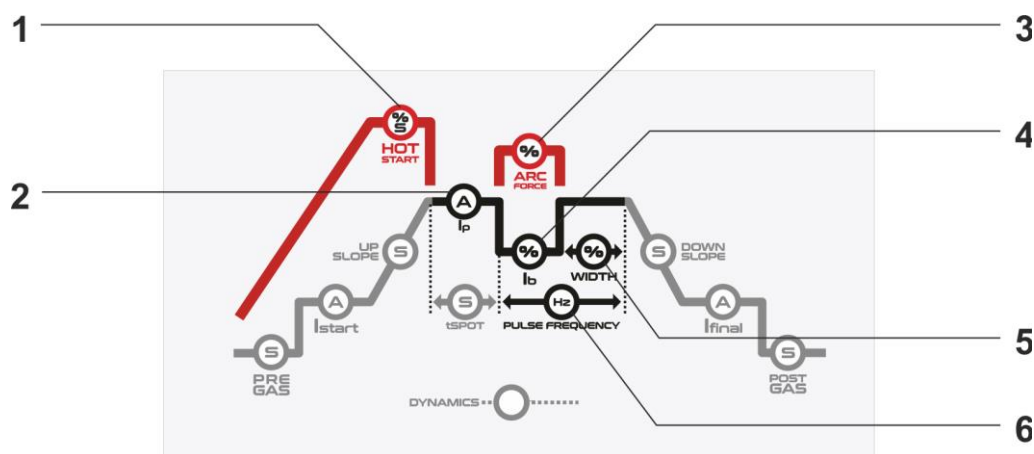

Fig. 1 – Parâmetros MMA
- Ajustar o valor de corrente (Fig.1 - 2), de acordo com a seguinte tabela:
- Hot Start (Fig.1 - 1) - Para forçar a ignição de arco, ajustar a percentagem de hot start em relação à corrente principal e/ou o tempo (segundos).
- Arc Force (Fig.1 - 3) - Para evitar a colagem do eléctrodo à peça a soldar durante a soldadura, ajuste a percentagem, de arc force em relação à corrente principal.
- I_b (Fig.1 - 4) - ajustar a corrente de base em percentagem da corrente principal.
- WIDTH (Fig.1 - 5) - ajustar a largura da corrente de pico (principal) 10% a 90%.
- PULSE FREQUENCY (Fig. 1 - 6) - ajustar a frequência de pulsado em Hertz